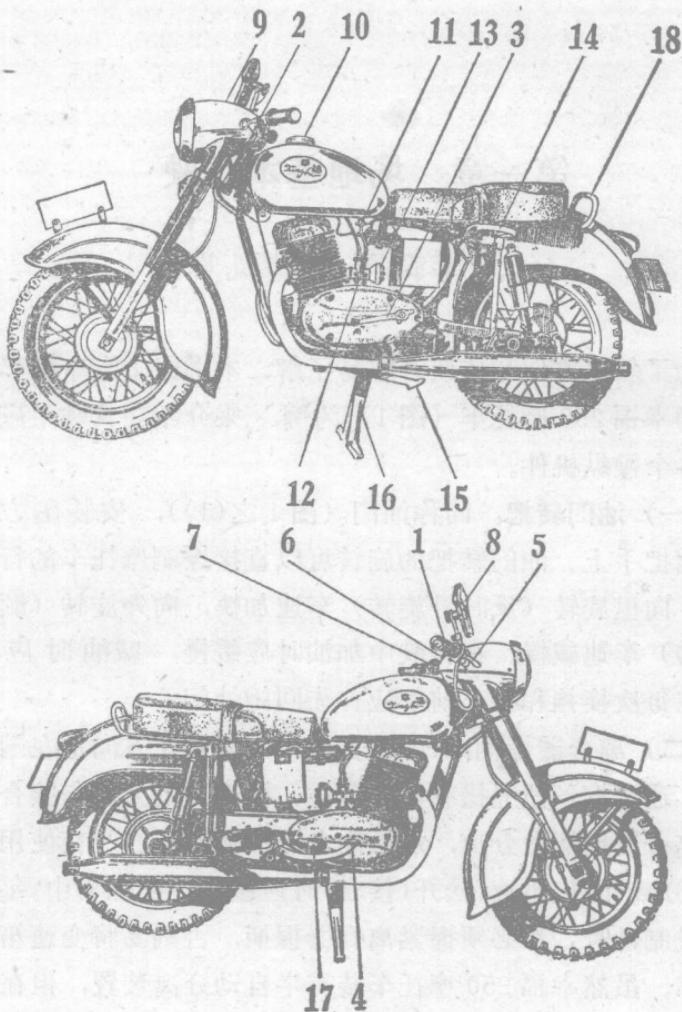

图 1 幸福 250 摩托车操纵机件
为了叙述方便和使读者容易了解，本书以上海摩托车厂制造的幸福 250 摩托车（图 1）为例，来介绍在驾驶中应掌握的各个操纵机件。
（一）油门转把：简称油门（图 1 之(1)），安装在方向把右端的手把上。油门转把的旋转可以直接控制摩托车的行驶速度，向里旋转（反时针旋转）车速加快，向外旋转（顺时针旋转）车速减慢。在行驶中加油时应缓慢，减油时应迅速。在每次换挡和停车前都应首先回闭油门。
（二）离合器握柄：（图 1 之(2)），安装在方向把左端的手把上。通过钢丝拉绳操纵离合器主、被动片的分离与接合。握起离合器握柄是分离，放松离合器握柄是接合。在使用中握起（分离）时应迅速，松开（接合）时应缓慢。在练习中，每次换挡或制动时，都必须握紧离合器握柄，否则易将变速箱齿轮打坏。虽然幸福 250 摩托车装有半自动分离装置，但在练习时，应养成使用离合器的习惯，以免驾驶其它不同类型车辆时，因不适应而损坏机件。此外，在使用过程中，一般应避免半握离合器握柄（即半分离状态），以免烧毁离合器片。
（三）起动变速杆：（图 1 之(3)），安装在左脚蹬的前上
（四）后制动器踏板：简称后刹车（图 1 之(4)），安装在右脚蹬前方，由驾驶者右脚前掌操纵，踩下后制动器踏板，可以减慢或制止后轮的转动，除特殊情况必须立刻停车而采取紧急制动外，一般说使用制动器时应缓慢，初学时应注意在制动前握起离合器，以防熄火和损坏机件。
车提环（见图 1 之(14)）将车身稍稍向右倾斜，再用左脚前掌向前下方蹬开偏支车架（见图 1 之(15)），然后将车向左倾斜至偏支车架着地为止。
如用正支车架支车，其方法是：左手握住车把，右手握住支车提环，用右脚尖踩下正支车架（见图 1 之(16)），并踏住，两手同时用力将车向后上方提拉即可支起。
1. 打开油门开关(见图1之(11)),关小风门(见图1之(13))。
2. 接动汽化器浮子室按钮。(见图1之(12))。